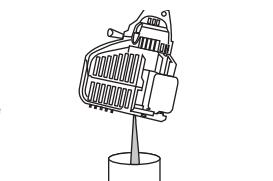

Fig. 38
3. Vierte el aceite fuera del orificio de llenado de aceite en un recipiente inclinando la unidad hasta una posición vertical (Fig. 38). Deje suficiente tiempo como para completar el drenaje.